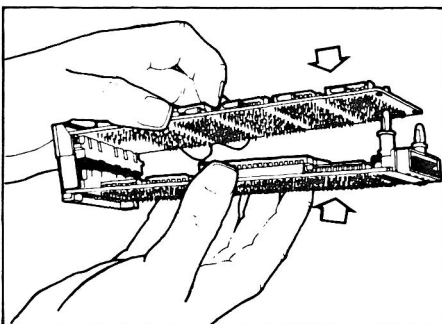

Bild 2.4 Aufstecken der Speicherkarte auf die CPU-Karte
- d) Stecken Sie die Speicherkarte auf die CPU-Karte (Bild 2.4), dabei den Stecker in die Buchse hineinführen und gleichzeitig die zwei Nylon-Distanzstifte auf der CPU-Karte in die entsprechenden Bohrungen der Speicherkarte einführen.